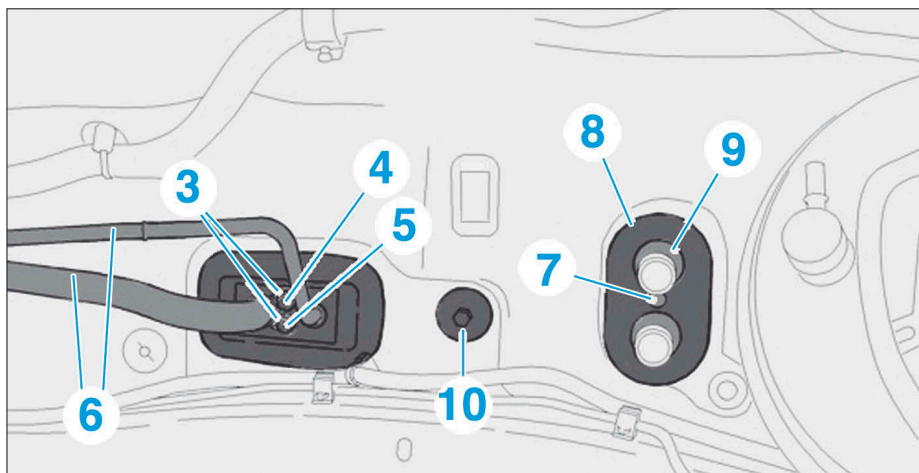

FIG. 18
- Déposer les écrous (3), à l'aide d'une clé plate de 10 mm tout en maintenant les vis colonnette (4) et (5) à l'aide d'une clé Torx (Fig.18).
- Désaccoupler les canalisations (6).
- la vis (7),
- la plaque de maintien (8),
- le joint (9),
- la vis (10) et sa rondelle.